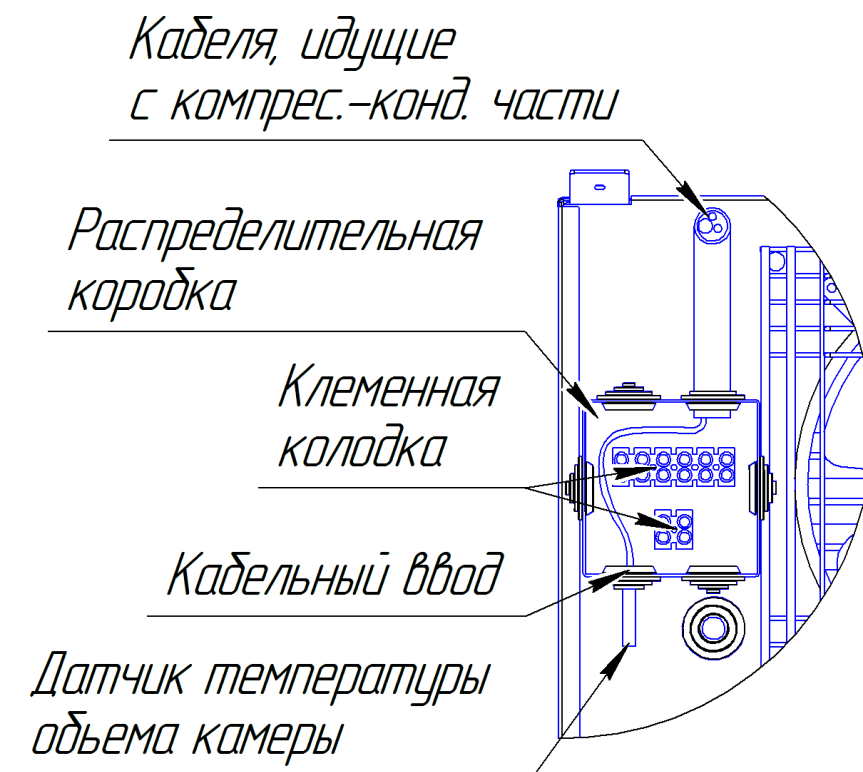

Рис.3.
5.9. Вывод и крепление датчика температуры объема камеры произвести через кабельный ввод согласно рис.3.